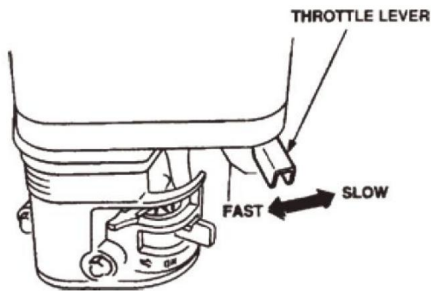

FIG.11
9.9 Para comenzar a allanar, mueva la palanca del acelerador (FIG. 11) hacia la posición "RÁPIDO".
10.1 Mueva la palanca del acelerador a la posición IDLE o LENTO (FIG. 11) y